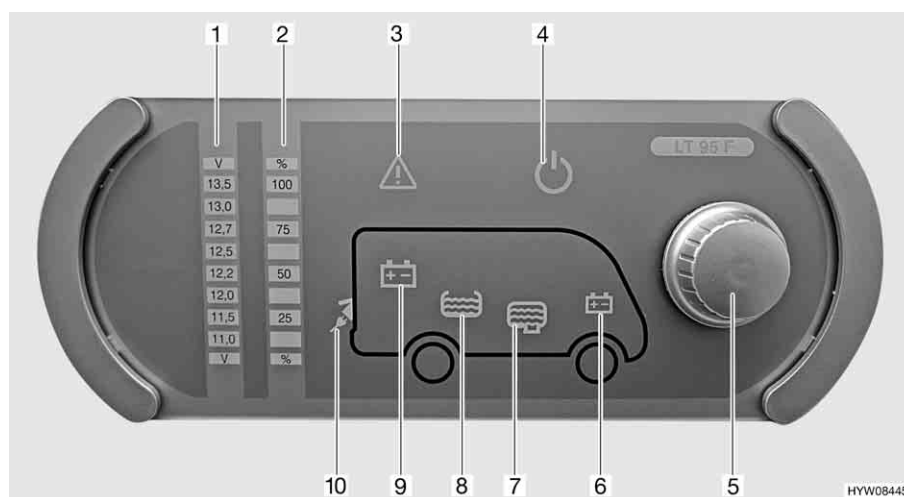

Fig. 87 Pannello di controllo (LT 95)
Il pulsante a rotazione (Fig. 87,5) inserisce o disinserisce il pannello di controllo e l'alimentazione a 12 V dell'abitacolo.
Accensione: ■ Premere il pulsante a rotazione (Fig. 87,5): L'alimentazione a 12 V dell'abitacolo è inserita. La spia di controllo a 12 V (Fig. 87,4) diventa verde.
Spegnimento: ■ Premere il pulsante a rotazione (Fig. 87,5): L'alimentazione a 12 V dell'abitacolo è disinserita. La spia di controllo a 12 V (Fig. 87,4) si spegne.
Mediante il pulsante a rotazione (Fig. 87,5) si possono interrogare sia la tensione della batteria dell'abitacolo che la tensione della batteria di avviamento. La tensione viene visualizzata sulla scala indicatore per la tensione della batteria (Fig. 87,1).
Indicazione: ■ Ruotare il pulsante a rotazione (Fig. 87,5), finché si accende il simbolo della batteria della quale deve essere interrogata la tensione.
Viene indicata la tensione della batteria dell'abitacolo (Fig. 87,9)
Viene indicata la tensione della batteria di avviamento (Fig. 87,6)
- Leggere la tensione sulla scala indicatore della tensione della batteria (Fig. 87,1).
Mediante il pulsante a rotazione (Fig. 87,5) si possono interrogare sia il livello del serbatoio dell'acqua che il livello del serbatoio delle acque grigie. Il livello viene visualizzato sulla scala indicatore livello dei serbatoi (Fig. 87,2).
- Ruotare il pulsante a rotazione (Fig. 87,5), finché si accende il simbolo del serbatoio del quale deve essere interrogato il livello.
Viene indicato il livello del serbatoio dell'acqua (Fig. 87,8)
Viene indicato il livello del serbatoio delle acque grigie (Fig. 87,7)
- Leggere il livello sulla scala indicatore del livello serbatoio (Fig. 87,2).
La spia luminosa Alarm (Fig. 87,3) lampeggia non appena i valori limite fissati vengono superati per eccesso o per difetto.
La spia luminosa Alarm (Fig. 87,3) lampeggia non appena la tensione della batteria scende al di sotto di 11 V. Se l'alimentazione a 12 V è accesa, si accende anche il relativo simbolo della batteria (Fig. 87,6 o 9), e l'indicatore "11,0" sulla scala indicatore della tensione della batteria (Fig. 87,1) lampeggia. Rischio di uno scaricamento totale della batteria.
La spia luminosa Alarm (Fig. 87,3) lampeggia ed il relativo simbolo del serbatoio (Fig. 87,7 o 8) si accende non appena il serbatoio dell'acqua è vuoto o il serbatoio delle acque grigie è pieno.
La spia di controllo a 230 V (Fig. 87,10) si accende quando all'ingresso della centralina elettrica è presente una tensione di rete.